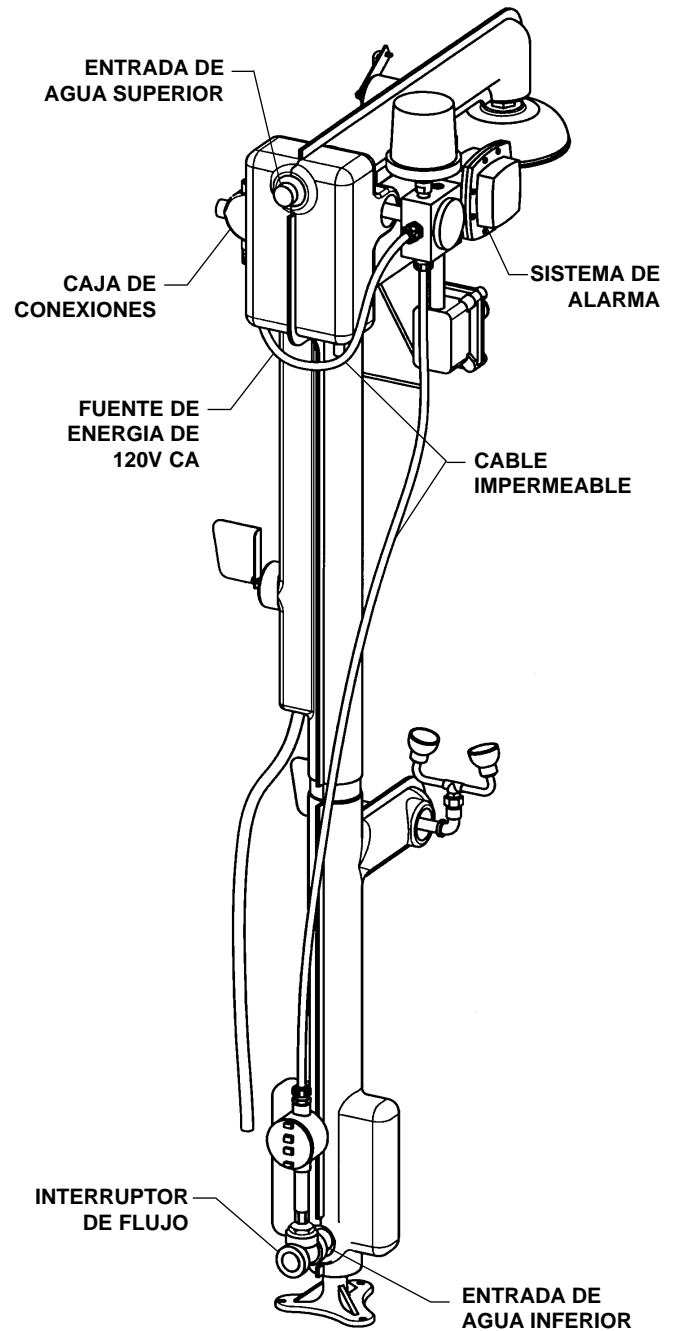
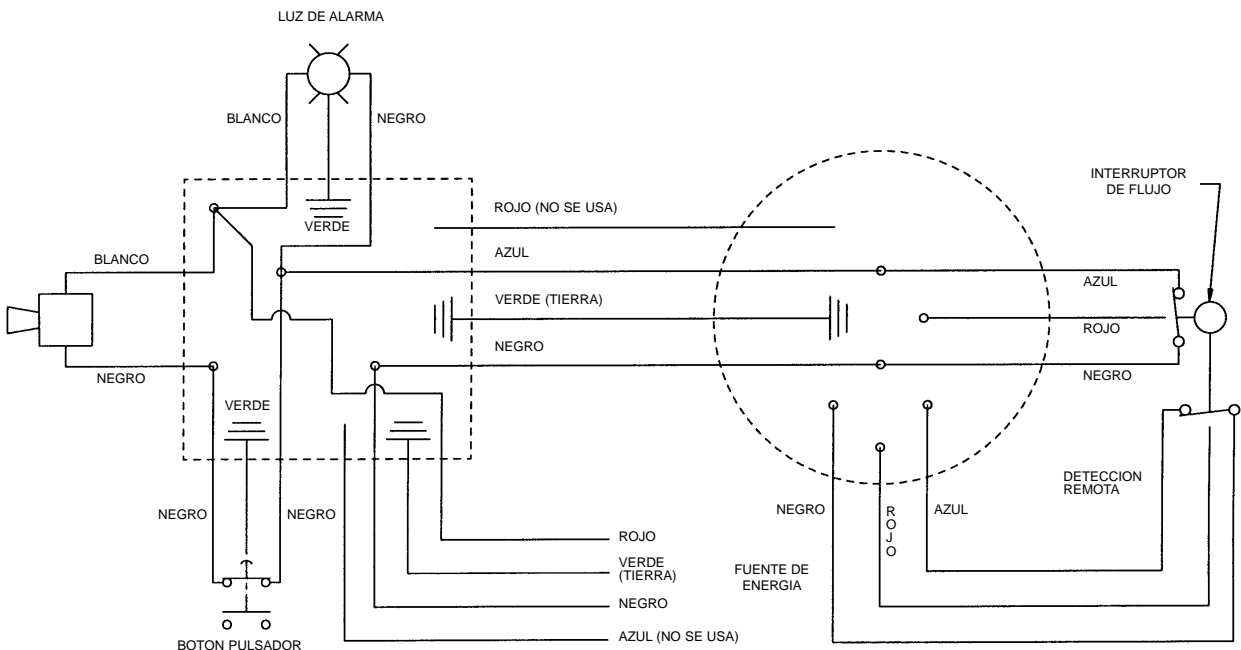

Figura 1
Figura 2
*NOTA:* Debido a que el interruptor de flujo se va a instalar a la alarma a través de un cable impermeable de 2,1 m (7 pies) de largo, el instalador debe mantener en mente la ubicación donde se va a montar la alarma al seleccionar el lugar para el interruptor de flujo (Figura 1).
1. Escoja un lugar para montar el interruptor de flujo en un tramo horizontal de la línea de suministro de agua. La entrada y la salida del interruptor de flujo deben estar a un mínimo de 15 cm (6 pulgadas) de cualquier T o codo en la línea de suministro de agua (consulte la Figura 1).
- Se puede instalar la alarma directamente a la tubería de la ducha de alto flujo usando la tornillería de montaje suministrada (consulte la Figura 1 en la página 16).
1. Conecte el interruptor de flujo a la alarma instalando un conector de conducto a un extremo del cable impermeable de 2,1 m (7 pies) y a la caja de conexiones del interruptor de flujo (consulte la Figura 1 en la página 16 y la Figura 2 a continuación).